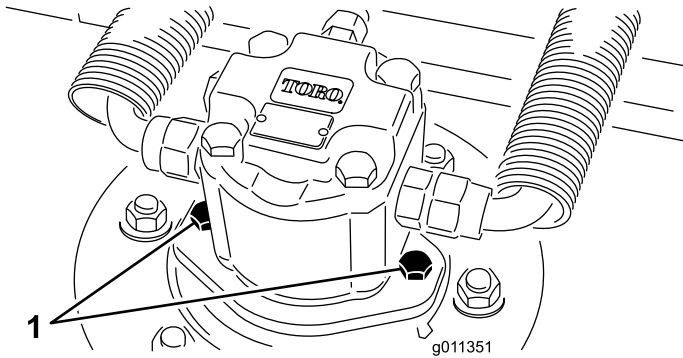

Bild 59
2. Klemmen Sie den Hydraulikmotor vom Mähwerk ab und entfernen ihn (Bild 59). Decken Sie die Spindeloberseite ab, um einer Verunreinigung vorzubeugen.
4. Montieren Sie den Hydraulikmotor am Mähwerk (Bild 59) Stellen Sie sicher, dass sich der O-Ring unbeschädigt in seiner Position befindet.